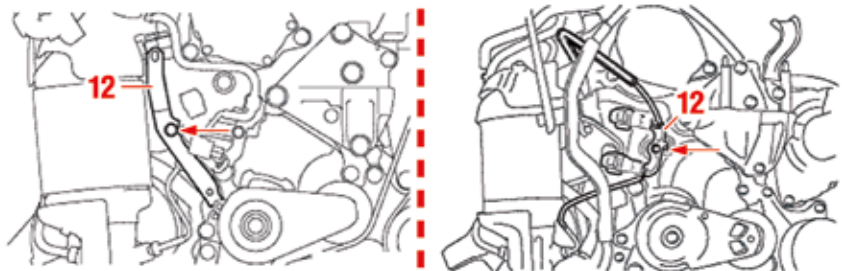

Fig. 40
- Suelte los soportes (12) (Fig. 40).